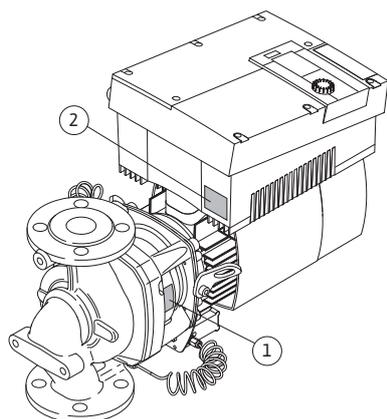

Fig. 11: Disposição das placas de identificação:
- A placa de identificação da bomba (Fig. 11, pos. 1) contém o número de série (Ser.-No.../...) que é necessário, p. ex., para encomendar peças de substituição.
- A placa de identificação do módulo electrónico (módulo electrónico = inversor ou conversor de frequência) (Fig. 11, pos. 2) indica a designação do módulo electrónico utilizado.